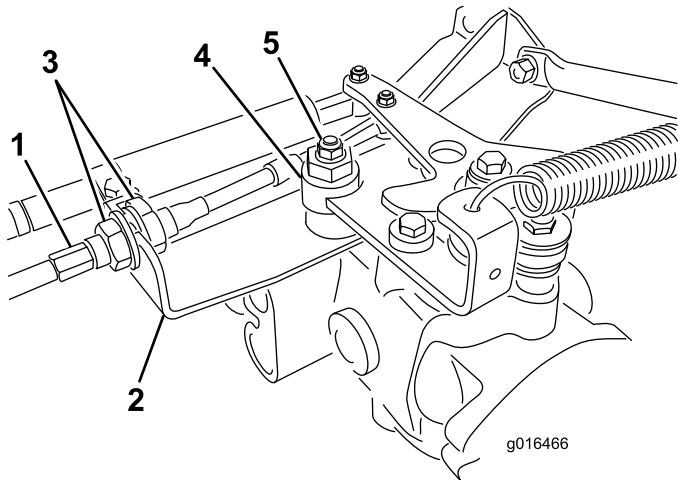

图43
- A. 松开将驱动控制拉线固定至静液压装置隔板上的两个锁紧螺母图43。确保锁紧螺母的松动程度相同并足以进行调节。
- B. 松开将偏心螺栓固定到静液压泵顶部的螺母图43。
- D. 旋转偏心螺栓直到不再出现任何方向的缓慢前移。当轮子停止旋转时旋紧螺母锁定偏心螺栓和调整图43。将油门移至慢速和快速位置验证调节情况。
- E. 从隔板的两侧均匀拧紧锁紧螺母将驱动拉线固定到隔板上图43。切勿让拉线缠绕在一起。